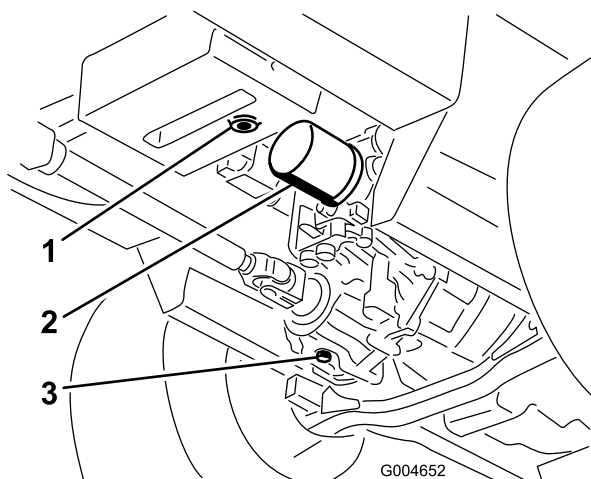

Figure 71
3. Placez un grand bac de vidange sous le réservoir hydraulique et le carter de transmission, et enlevez les bouchons pour vidanger tout le liquide hydraulique (Figure 71).
4. Nettoyez la surface autour du filtre à huile hydraulique et enlevez le filtre (Figure 71).